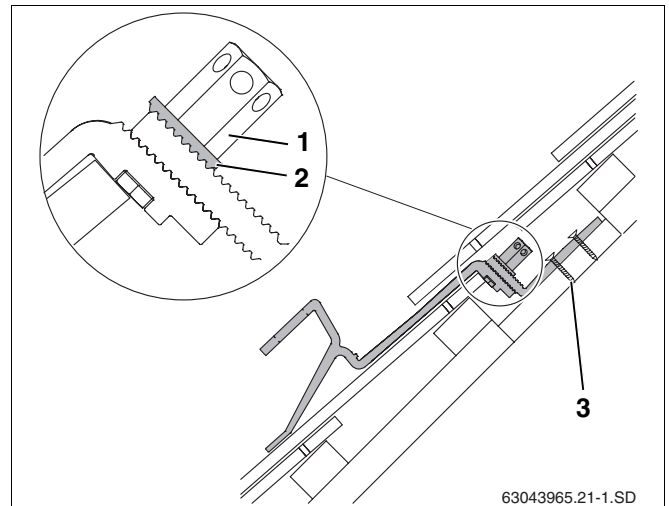

Abb. 19 Montierter Dachhaken - Schnittdarstellung mit gekürztem Dachhaken-Unterteil
Die verzahnte Unterlegscheibe (Abb. 19, **Pos. 2**) muss in die Verzahnung des Dachhaken-Unterteils greifen.
- Lange Sechskantmutter (Abb. 19, **Pos. 1**) anziehen. Hierzu den Schlüssel SW5 in das Loch der Sechskantmutter stecken und drehen.
- Dachhaken-Unterteil mind. im ersten (Abb. 19, **Pos. 3**) und zweiten Loch mit geeigneten Schrauben am Sparren oder Brett/Bohle befestigen.